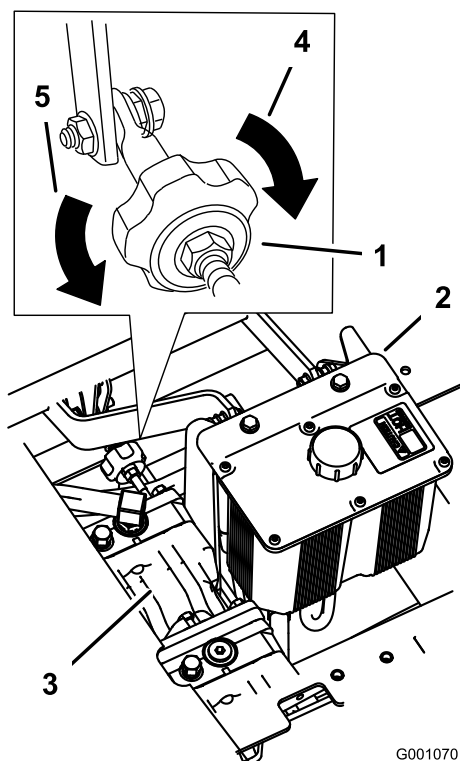

Figure 56
4. Pour que la machine tire à droite, tournez le bouton vers la droite de la machine (voir la Figure 56).
5. Pour que la machine tire à gauche, tournez le bouton vers la gauche de la machine (voir la Figure 56).